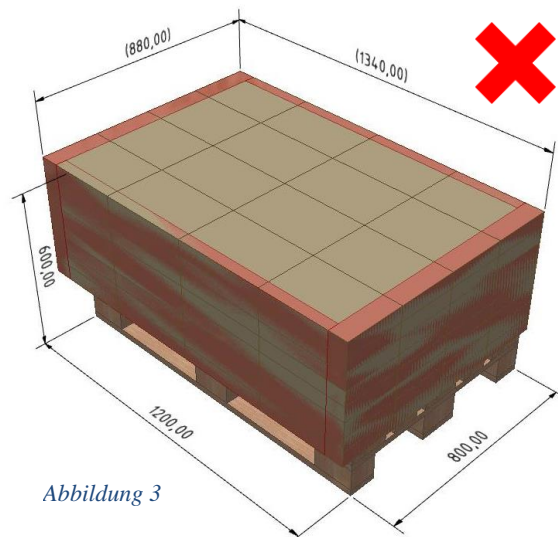

Abbildung 3
- es ist kein Überstand der Palettenfläche zugelassen (siehe Abbildung 3)